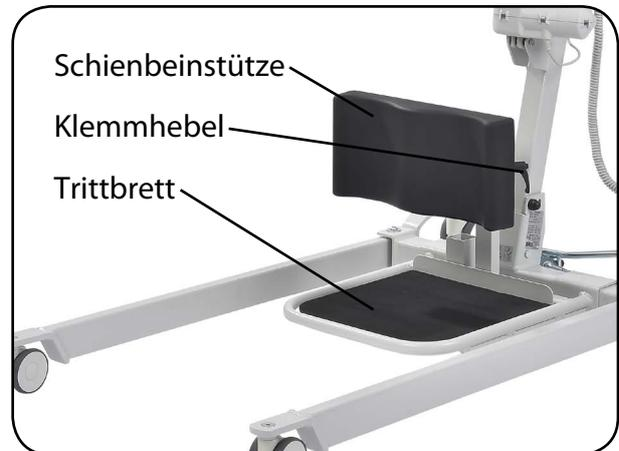

Abb. 6.1.3.04 - Fahrwerk Aktivlifter
4. Setzen Sie das Trittbrett auf das Querrohr des Fahrwerks auf (Abbildung 6.1.3.04).